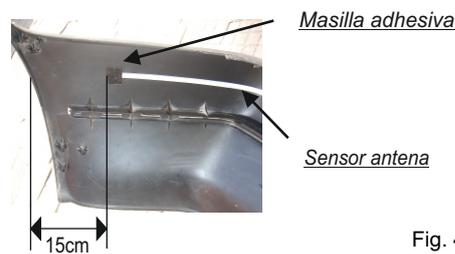

Fig. 4
Bloquear así los dos extremos de la sensor antena con la masilla adhesiva especial (Fig. 4). Extender una capa de catramina lo largo de toda la longitud del sensor antena (recomendado). No utilice silicona.
- 1) Es importante iniciar y terminar la aplicación de la cinta a aproximadamente 15 cm desde ambos extremos del parachoques (fig.4).